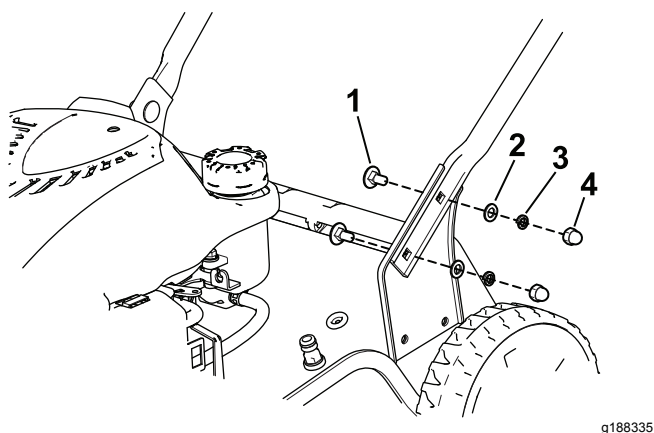

Figure 3
1. Fixez la partie inférieure du guidon au carter de la tondeuse à l'aide de 4 boulons, 4 rondelles plates, 4 rondelles fendues et 4 écrous (Figure 3).